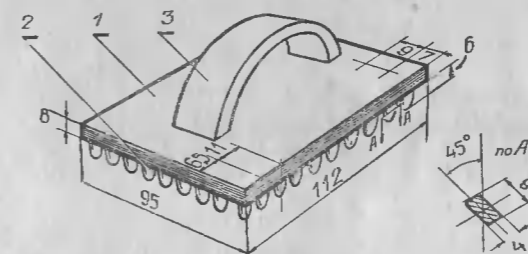

Рис. 15
Маркер изготовьте из оргстекла в виде отдельных деталей, склеенных дихлорэтаном, или из винипласта и спаянных между собой тонким винипластовым прутом с помощью нагретого паяльника. Таким же образом могут быть изготовлены приведенные на рис. 15 и 16 остальные маркеры.
**Маркер для бобовых культур (рис. 15).** Состоит из прямоугольной пластины **1**, зубьев **2** в количестве 50 шт., расположенных своей длинной стороной перпендикулярно наибольшей стороне пластины. Зубья в среднем сечении имеют размеры 11 × 6 мм, а по высоте — 10 мм. По длинной стороне пластины шаг между зубьями равен 18 мм, по короткой стороне — 22 мм.